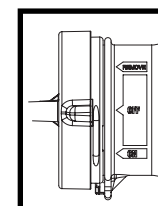

Figure 7
5. Avant de rincer, déplacer l'indicateur sur le capuchon à la position « OFF » (arrêt) pour arrêter le savon (Figure 7).